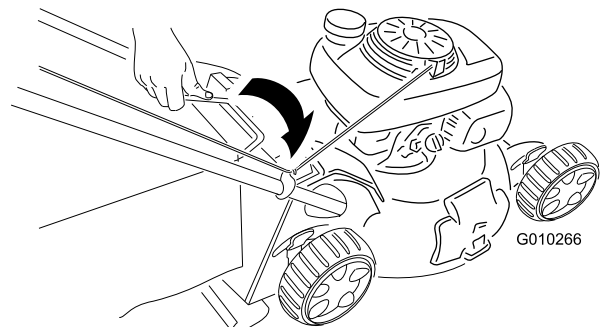
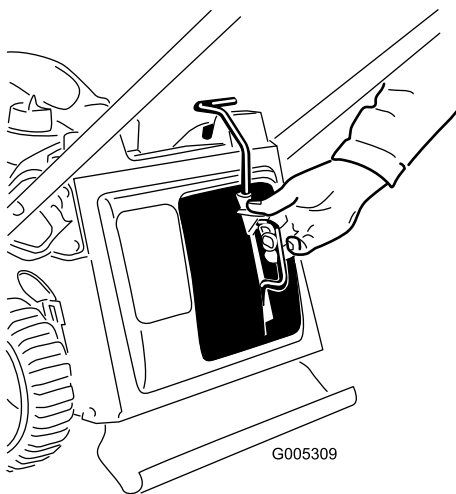

Figura 19
Figura 18
1. Installate il tappo mulching (Figura 18) o il cesto di raccolta (Figura 19) sul tosaerba.